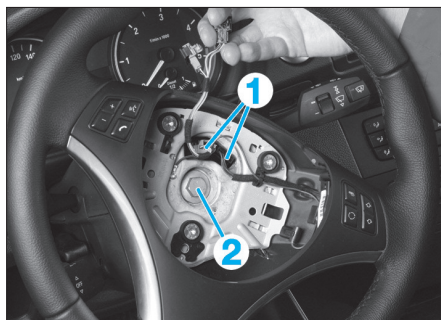

Fig. 1
- Débrancher les connecteurs (1) (Fig.1).
- la vis de fixation (2),